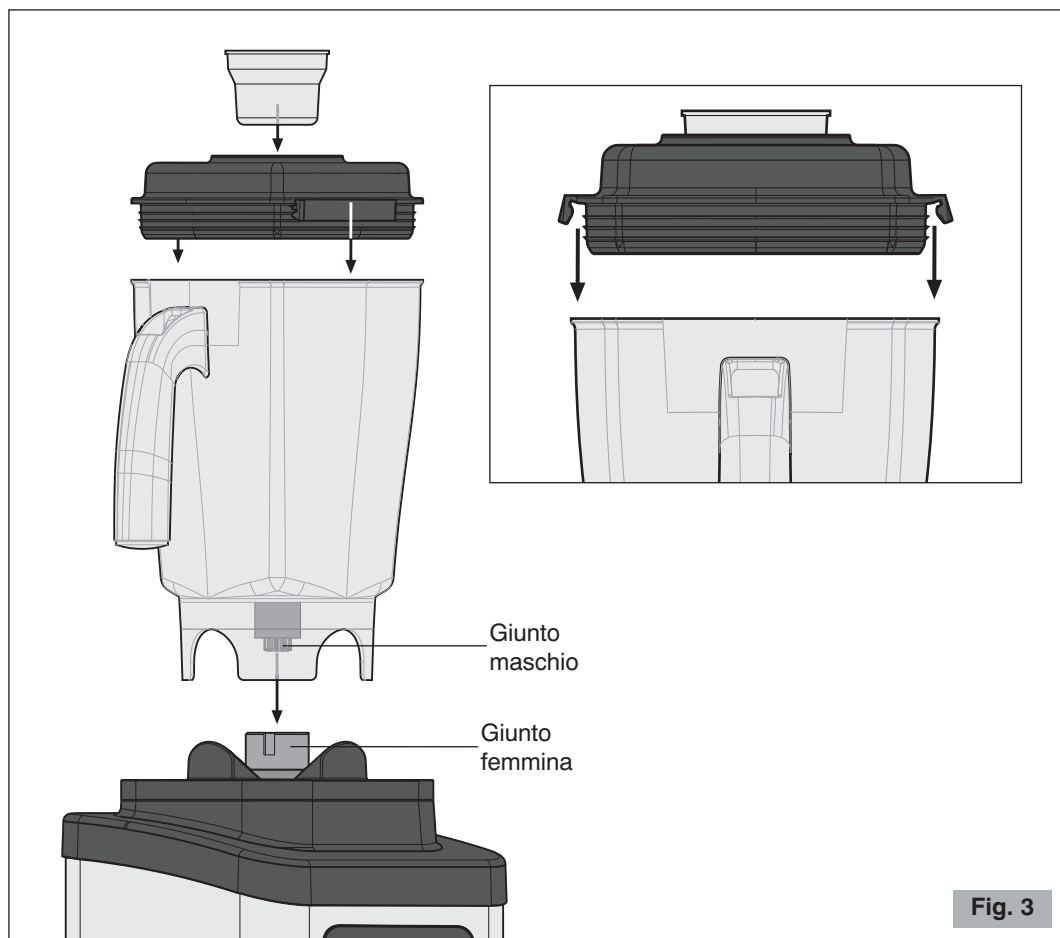

Fig. 3
- 3 Inserire il coperchio nel contenitore premendo sui gancetti di chiusura (vedere Fig. 3).